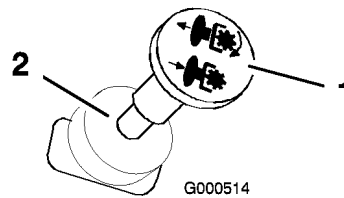

Bild 7
2. Kuppeln Sie die Messer aus, indem Sie den Zapfwellenantriebsschalter in die Aus-Stellung stellen (Bild 7).
- Kuppeln Sie die Messer aus, indem Sie den Zapfwellenantriebsschalter in die Aus-Stellung stellen (Bild 7).